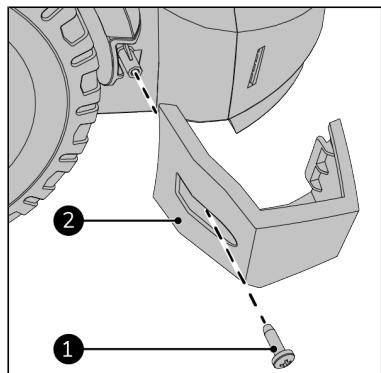

Figure 73.
1. Accrochez le porte-pistolet à jet (Figure 73, pos. 2) à la partie principale.
3. Fixez le porte-pistolet à jet (Figure 73, pos. 2) à la partie principale avec une vise ST4,8x24 (Figure 73, pos. 1).